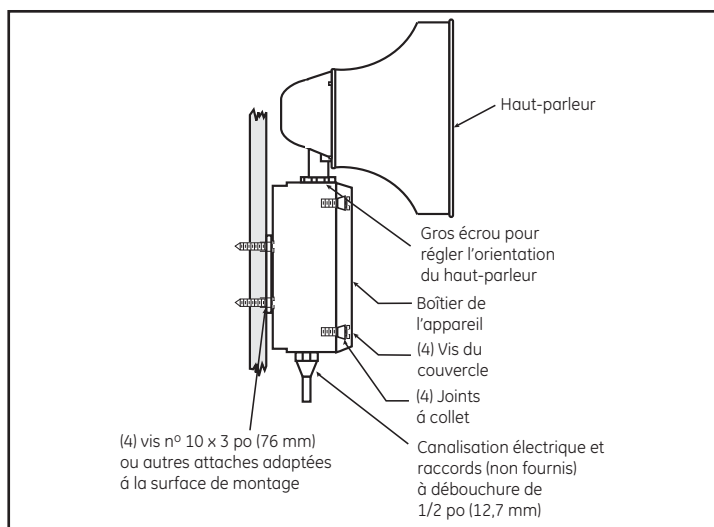

Figure 2. Montage de l'Adaptatone
1. Installer l'Adaptatone comme illustré sur la figure 2.
- a. **Fixation sur une surface plane.** Fixer l'appareil sur la surface de montage par les quatre (4) orifices de la plaque de fixation, à l'arrière du boîtier. Utiliser les vis à bois n° 10 x 3 po (76 mm) (fournies en vrac) ou d'autres pièces de quincaillerie (non fournies) appropriées à la surface de montage.
- b. **Fixation sur un tube rigide.** Desserrer les (4) vis du couvercle du boîtier de l'appareil puis retirer le couvercle.
6. Pour régler l'orientation du haut-parleur, desserrer le gros écrou (Fig. 2) et tourner le haut-parleur jusqu'à la position voulue. Resserrer l'écrou et tourner le haut-parleur légèrement vers la droite pour le bloquer en place.